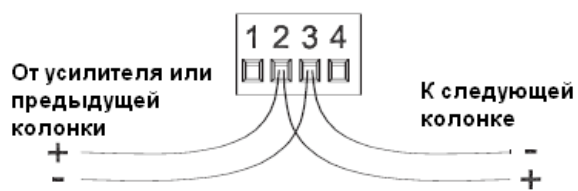

Рисунок 9. Параллельное подключение
1. **Параллельное подключение.** Присоедините кабель, идущий к следующей колонке, к контактам 2 и 3. Если разъем будет отключен, то следующая колонка остается подключенной. См. рисунок 9.